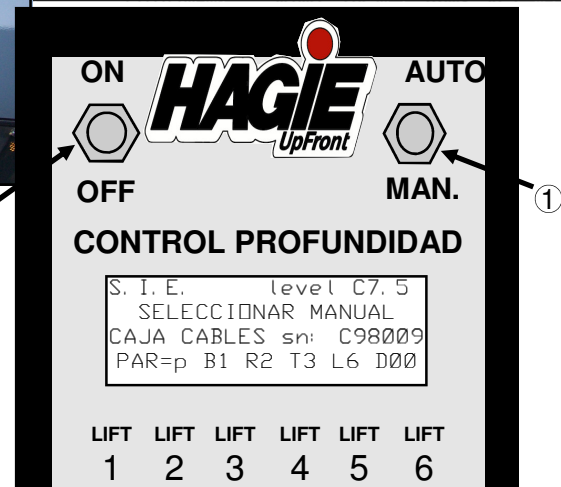

FIG 5.32
**AUTO/ MAN.** (fig. 5.32, ítem 1) en posición **AUTO**.